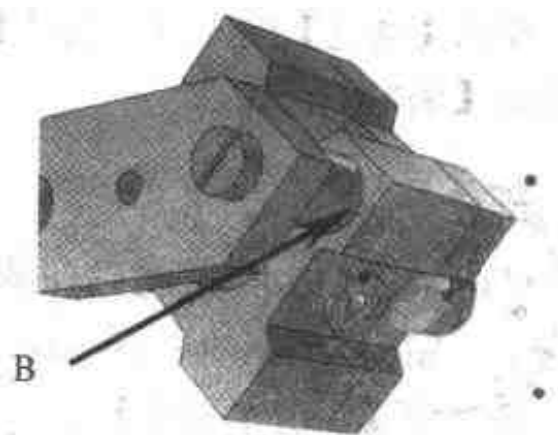

图 3.90 添加压板
- (3) 单击如图 3.90 所示的手柄(B), 向右移动一定的距离, 右击显示的数据, 将距离改为 24。